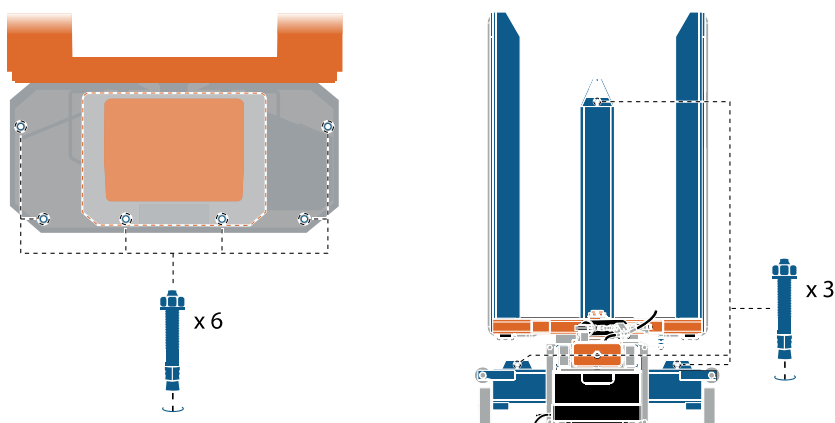

Figura 18 Ancorare l'elevatore per pallet nella base con 3 o 6 bulloni a espansione a seconda del modello.
3. Ancorare l'elevatore per pallet nella base con 3 o 6 bulloni a espansione a seconda del modello, vedere la figura 18. I bulloni devono sostenere almeno 13 kN ciascuno. Visitare www.edmolift.com/installation per ulteriori informazioni.